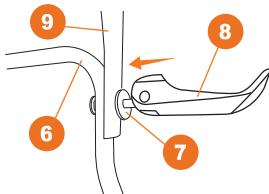

Рис. 5
- Соедините среднюю часть 6 и верхнюю части рукоятки 9 с помощью крепежных клипс, болтов и шайб 7 8 (рис. 5).